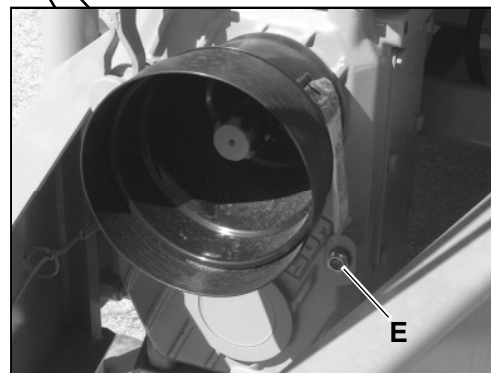

FIG. 7B
- Controleer het oliepeil van de versnellingsbak (**Fig. 7B Det. E**).